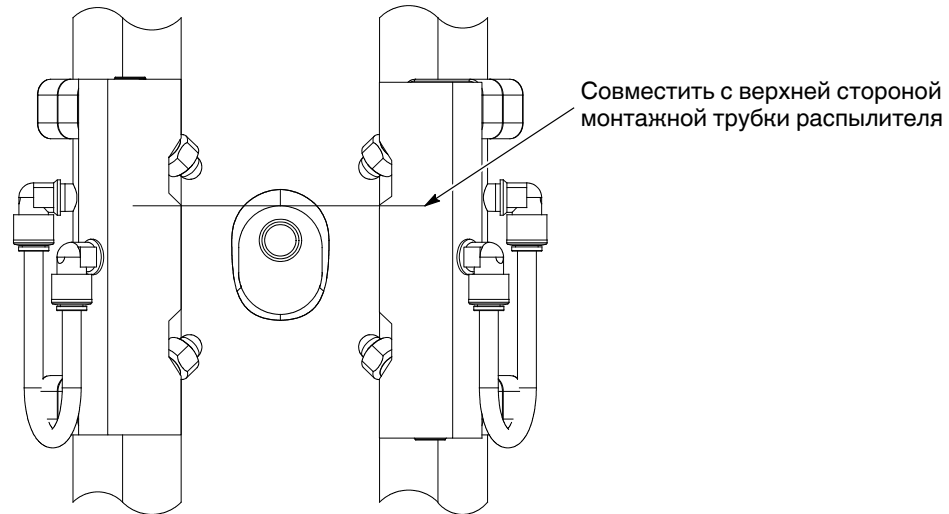

Рис. 5 Совмещение с верхней стороной монтажной трубки распылителя
1. Перемещая манифольд по вертикали, совместить край манифольда под верхним соплом с верхней стороной овальной монтажной трубки распылителя, как показано на рис. 5. Повторить для второго манифольда.